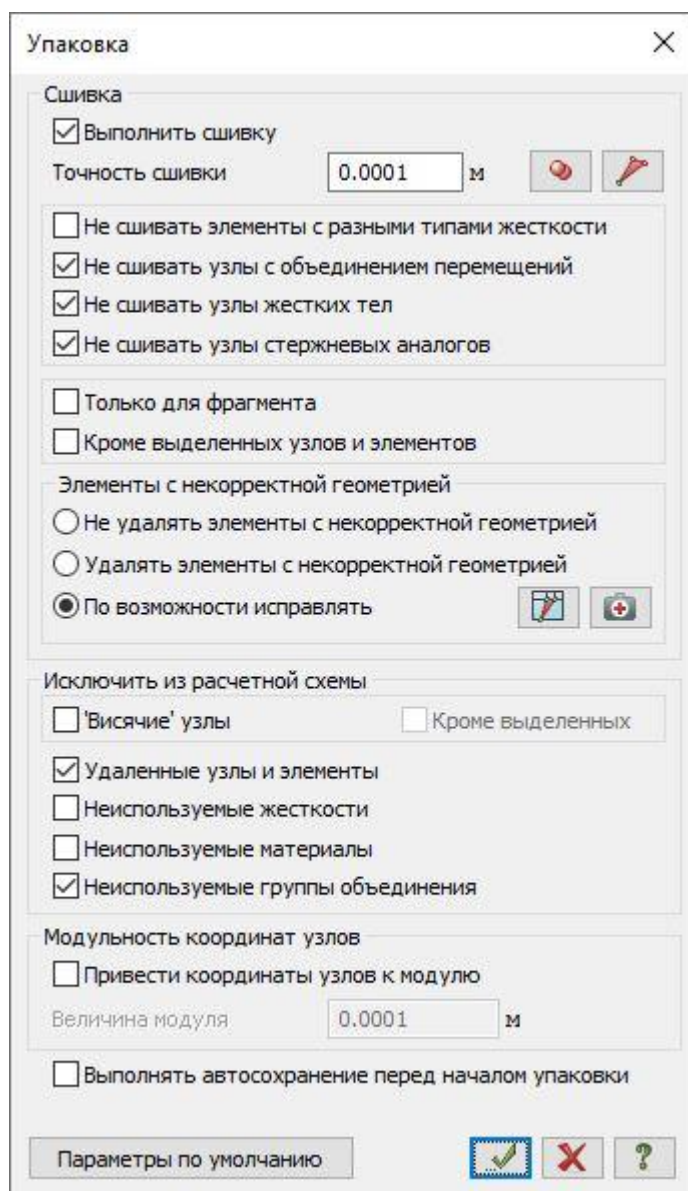

Рис.6.4. Диалоговое окно Упаковка
- Щелчком по кнопке  – **Упаковка схемы** (панель **Редактирование** на вкладке **Создание и редактирование**) вызовите диалоговое окно **Упаковка** (рис.6.4).